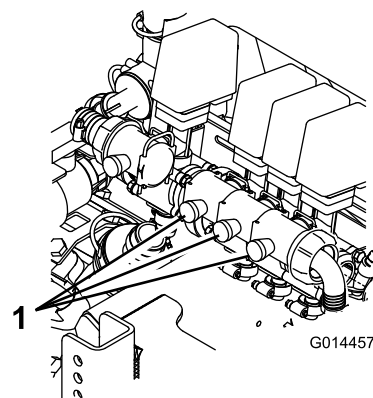

図 4
11. OFF にしたブームのブームに対応するブーム・バイパス・バルブ（図 4）（バルancing・バルブ・アセンブリについているバルブ）を使って、上記手順8で設定した水圧と同じ水圧に調整する。